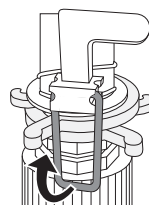

Fig. 8
- ♦ Desplace el clip metálico ⑤ hacia arriba para que la unidad con aspersor ③ gire 360° (consulte la fig. 8).